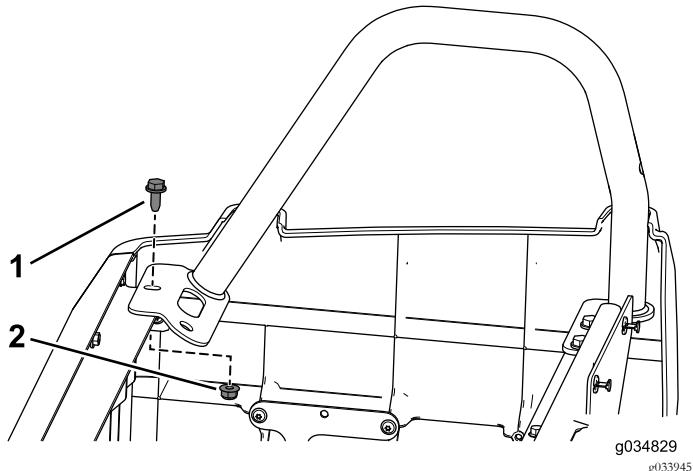

Figura 90
- Utilize o parafuso flangeado (3/16 x 3/4 pol.) e a porca flangeada que retirou anteriormente para prender o suporte para as ancas traseiro direito ao conjunto da base do banco (Figura 90).